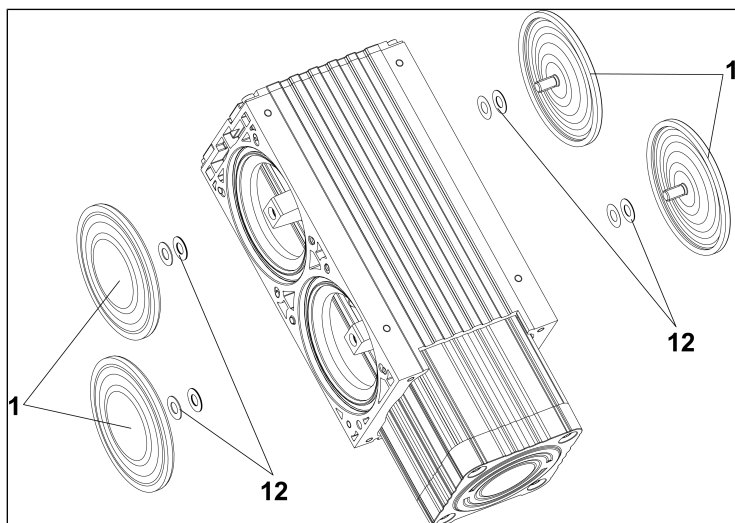

Fig. 13: Remplacement des membranes
1. Dévissez les deux membranes (**1**/Fig. 13) à la main en les tournant dans le sens inverse des aiguilles d'une montre.
- i** Attention à ce que les rondelles d'ajustage placées entre la membrane et la bielle (**12**/Fig. 13) ne tombent pas dans le corps de la pompe. Pour garantir les performances pneumatiques de la pompe, il est indispensable de monter le même nombre de rondelles d'ajustage (**12**/Fig. 13) qu'avant.
2. Vissez les nouvelles membranes (1/Fig. 13) à la main dans le filetage de la bielle et serrez-les à la main.
3. Placez les membranes (1/Fig. 13) en position centrale.